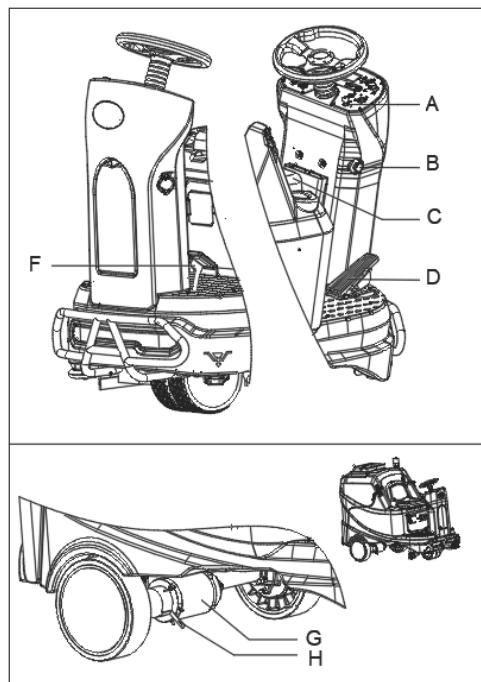

Figura 12
1. Gire la llave de encendido (A figura 12) hasta «I» y siéntese en el asiento (C).
2. Pise el pedal de aceleración (D) suavemente y suéltole para comprobar que la máquina puede orientarse hacia adelante y detenerse.
3. Para mayor seguridad, compruebe que la máquina puede detenerse de inmediato al presionar el botón de emergencia (B). Gire el botón de emergencia para reiniciarlo.
4. Pise el pedal de freno mecánico (F) rápidamente para comprobar si la máquina puede detenerse inmediatamente.
El freno del motor de tracción está desbloqueado cuando el motor funciona normalmente, se bloquea cuando el motor se apaga. En algunos casos especiales, como el embalaje/desembalaje de la máquina, fallo de la máquina, etc., puede ser necesario empujar la máquina. En el motor de tracción (G figura 12) empuje hacia abajo el mango del freno (H figura 12), el freno de la máquina se suelta y la máquina se puede mover. Después de completar, empuje el mango hacia atrás para que la máquina pueda funcionar